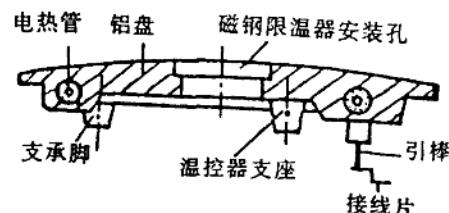

图 1-4-2 电热盘结构图
(2) 观察电热盘：见图 1-4-2，它的盘面呈微凸的球面状与内锅底部吻合，中心处留有磁钢限温器的安装孔。用万用表 $R \times 10$ 挡测电热盘接线片间阻值，正常值约为几十欧姆。测其绝缘电阻应大于 $2 M\Omega$ 。